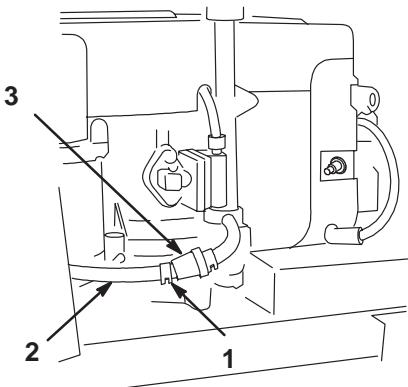

Figure 30
4. Pincer les extrémités du collier de fixation et glisser le collier vers le haut de la conduite d'alimentation, en direction du réservoir d'essence (Fig. 30).
5. Détacher du filtre la conduite d'alimentation (Fig. 30). Ouvrir le robinet d'essence et laisser l'essence s'écouler dans un bidon à essence agréé.